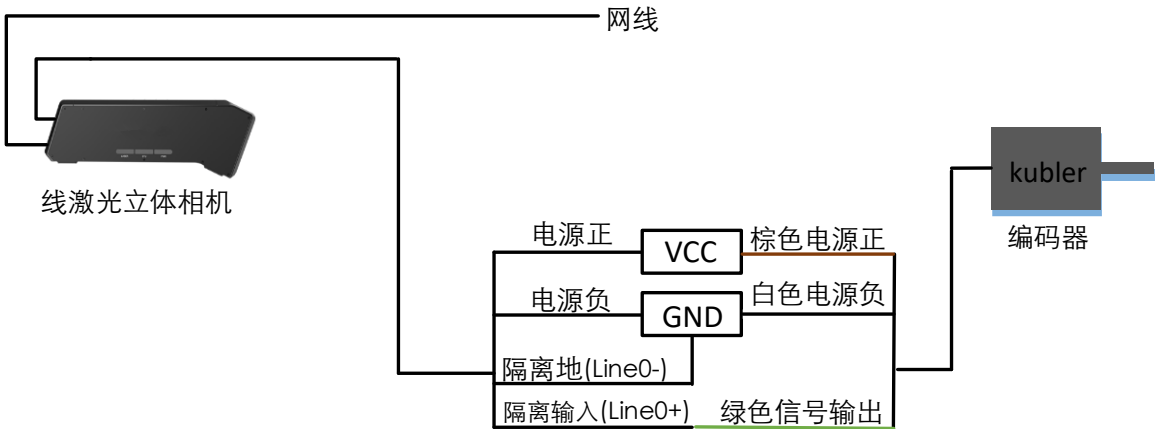

图6-1 设备接线示意图
- 若使用 kubler 编码器（型号为 8.KIS40.1342.1024），可与线激光共用 12V 电源。使用该型号编码器的接线如图 6-1 所示。
无论 5-pin 或 12-pin 接口的设备，均可根据图 6-1 进行接线，各管脚定义详见 1.4 电源及 I/O 接口定义章节。